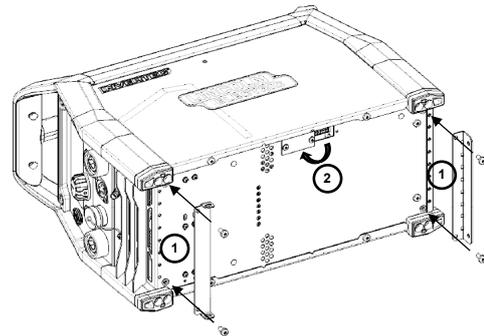

Figura 1
1. Coloque las chapas adaptadoras bajo la fuente de alimentación (Figura 1).
2. Retire el tornillo de la trampa y gírelo a 180 °C. Utilice el tornillo retirado para fijar la trampa en la fuente de alimentación (Figura 1).